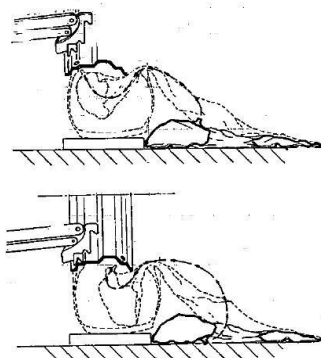

Fig. 7.13
- Obs! Värdehållet kan vara asymmetriskt i förhållande till fälgens centrum. I så fall placerar och sätter du in innerröret enligt fig. 7.13.